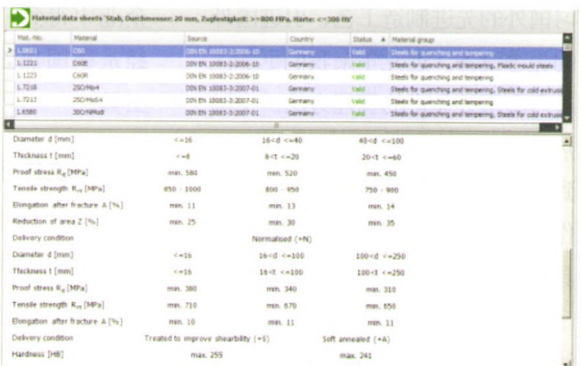

图2 查看材料力学性能
(2) 世界各国和国际组织的39000多种金属材料的各种技术数据, 如材料的化学成分、力学性能、物理性能, 以及典型的热处理工艺和基础数据等, 如图2所示。